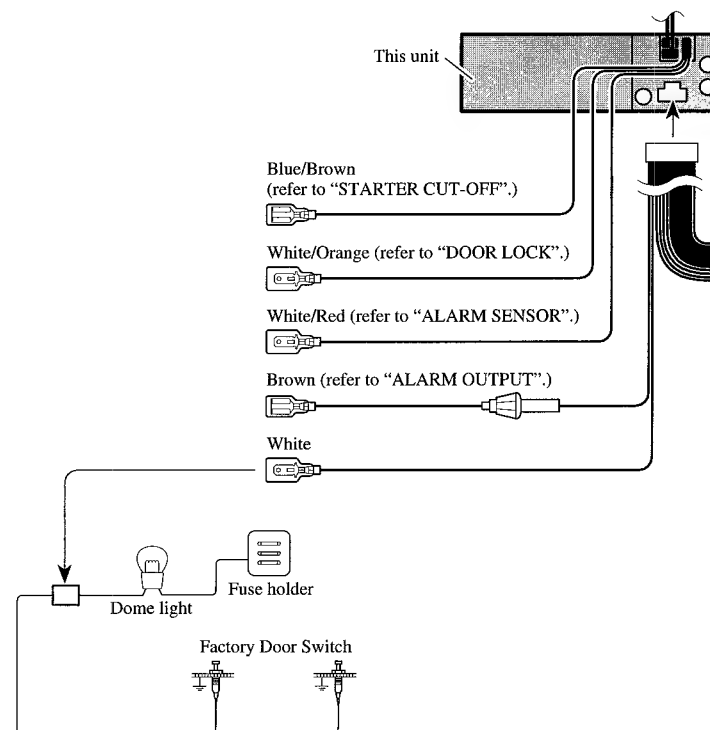

Fig. 31
■ White (DOOR SWITCH) (Fig. 31 & 32)